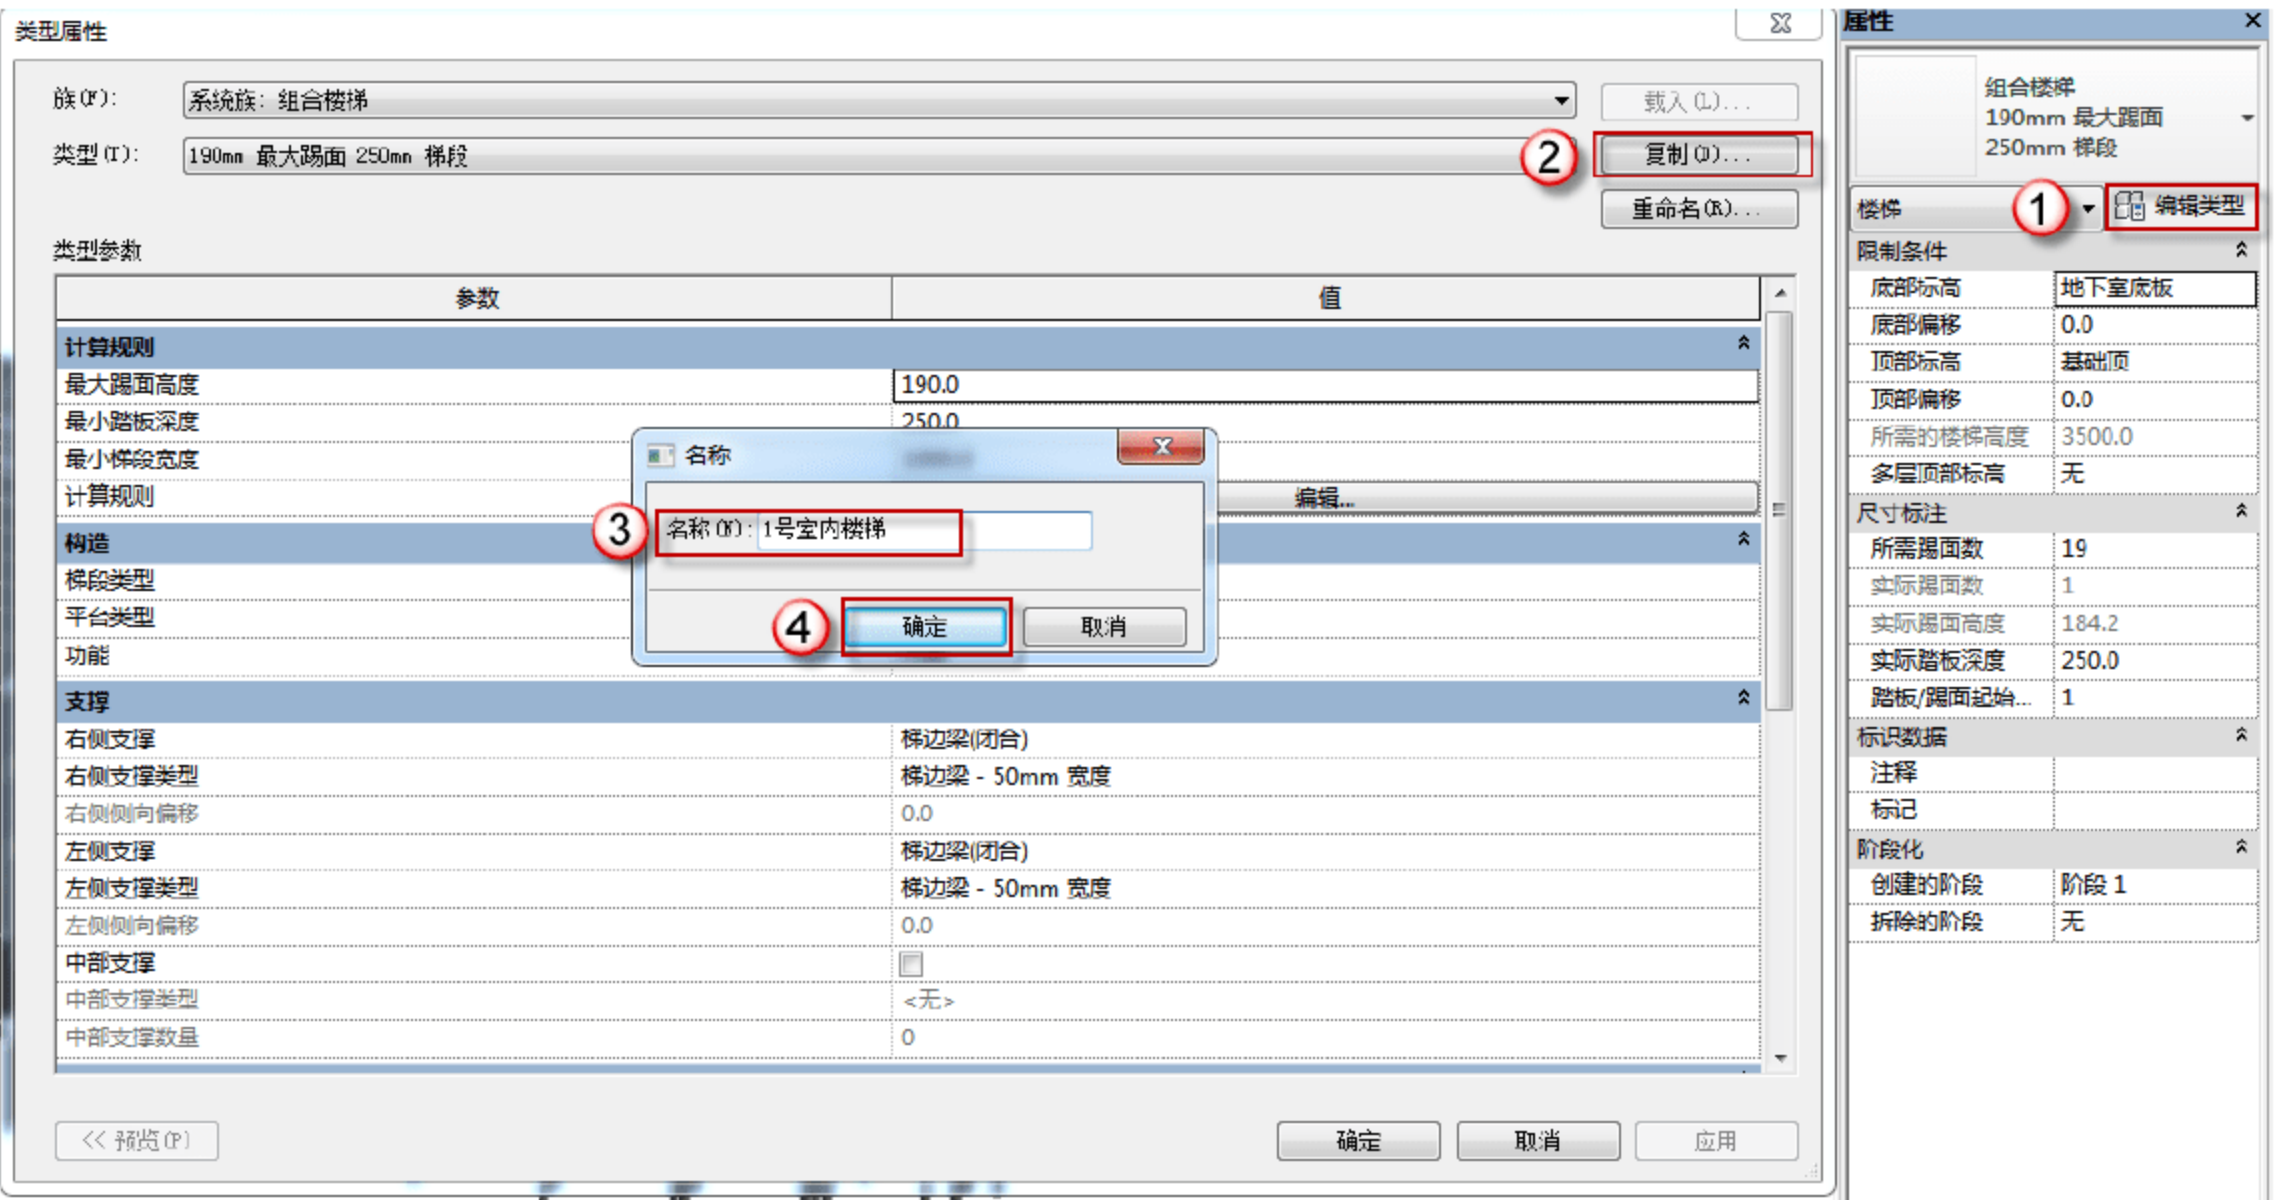

图 11.2.16 新建楼梯类型
(11) 构建楼梯。选择“建筑”→“楼梯”→“楼梯（按构件）”命令，在激活的“修改/创建楼梯”命令中单击“直梯”按钮，进入楼梯的绘制模式，同时在“属性”面中选择类型为“组合楼梯：大堂楼梯”选项。
(12) 新建组合楼梯类型。单击“编辑属性”按钮，在弹出的“类型属性”对话框中，单击“复制”按钮，弹出“名称”对话框，将名称“190mm 最大踢面 250mm 梯段”修改为“1 号室内楼梯”，最后单击“确定”按钮，完成新建组合楼梯类型，如图 11.2.16 所示。